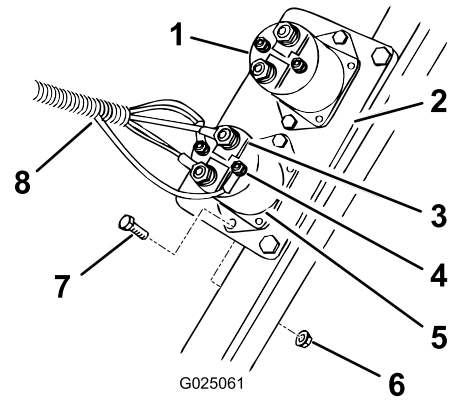

Figure 7
- Posez le solénoïde sur la plaque existante au moyen de 2 boulons (n° 10 x 3/4 po) et 2 écrous (n° 10), comme montré à la Figure 7.